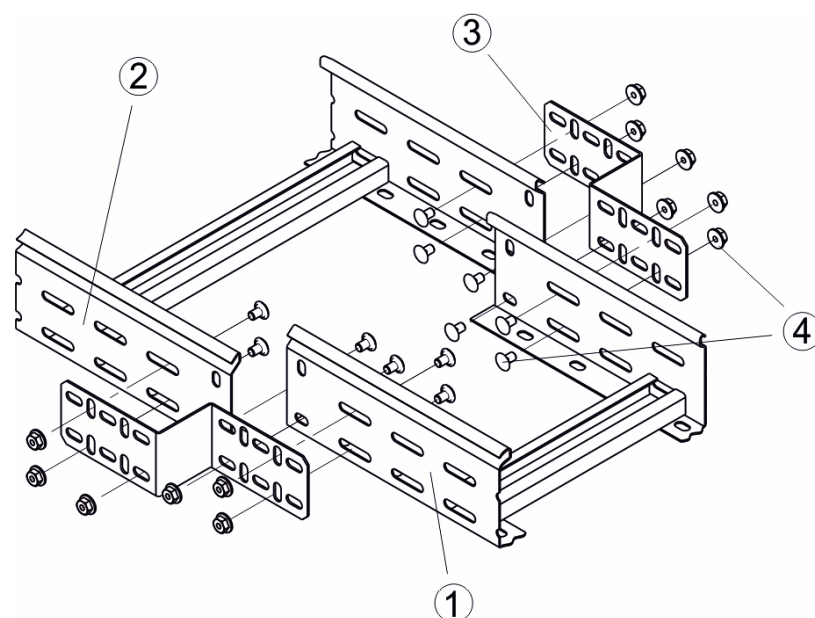

Рисунок 41
7.10.3.1 Свести торцы соединяемых лотков (рисунок 41).